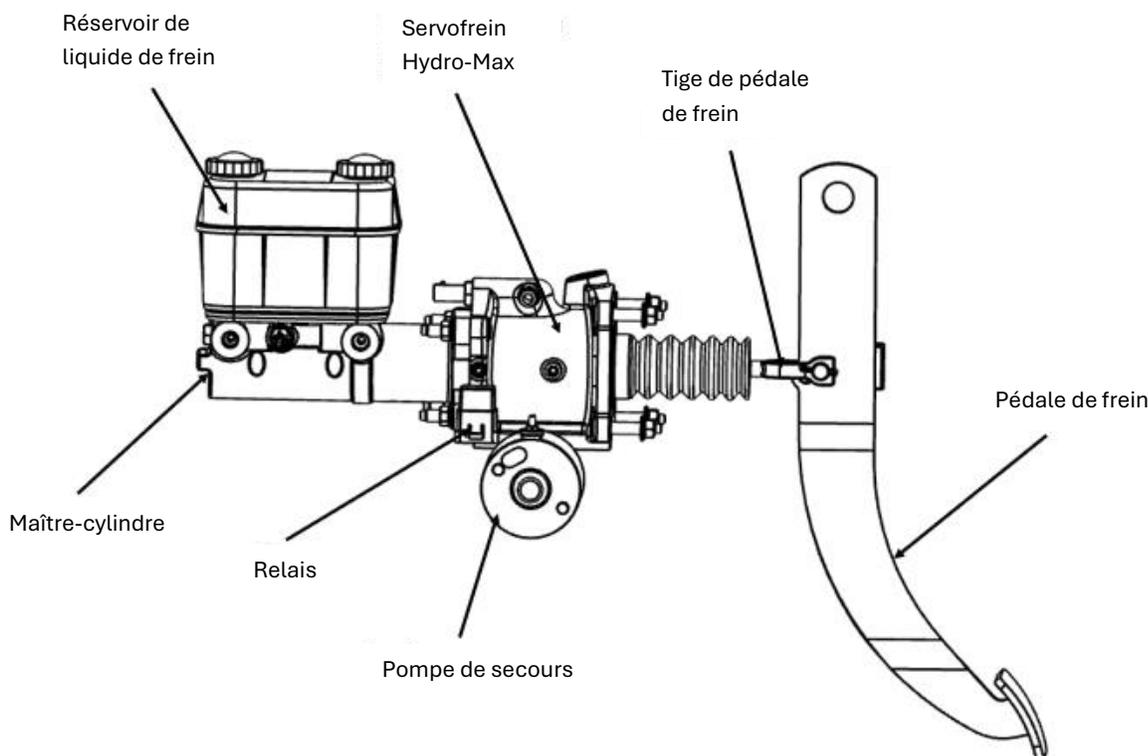

Figure 2 – Composants associés à la pédale de frein
4. Repérez la pédale de frein et vérifiez qu'elle n'est pas endommagée ni déformée (Figure 2).
5. Ouvrez le capot et repérez le servofrein hydraulique Hydro-Max et vérifiez qu'il est en bon état (Figure 2).
6. Repérez le réservoir de liquide du maître-cylindre de frein et vérifiez qu'il est étanche et en bon état (Figure 2).